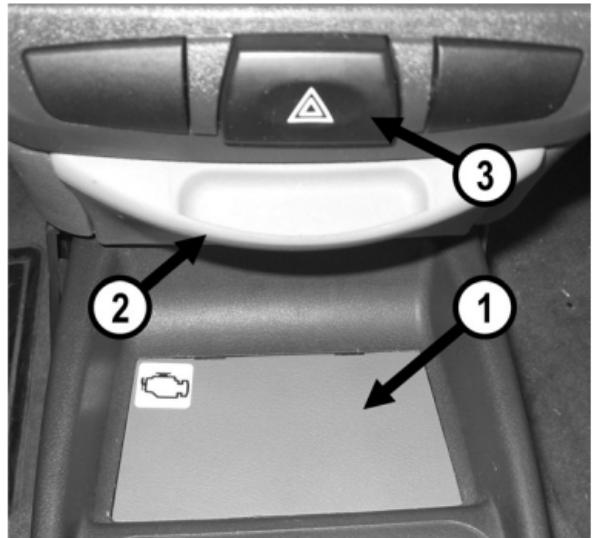

Рис.2 Место установки БК
-Установка БК производится вместо заглушки тоннеля пола. Извлечь заглушки тоннеля пола (**поз.1, Рис.2**).
-Отверните 4 винта крепления крышки (**поз.2, Рис.2**) пепельницы передней и снимите её для доступа к колодке выключателя аварийной сигнализации.
-Отсоедините колодку выключателя (**поз.3, Рис.2**) аварийной сигнализации: